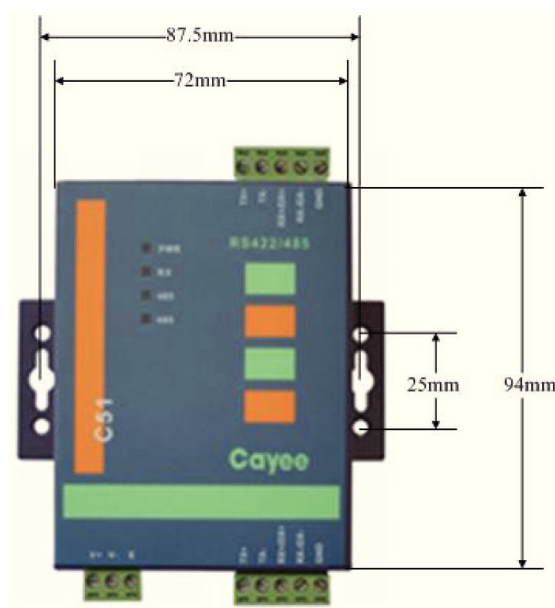

Рис. 7.6
7.2.2.2 Габаритные и установочные размеры (рис. 7.6)